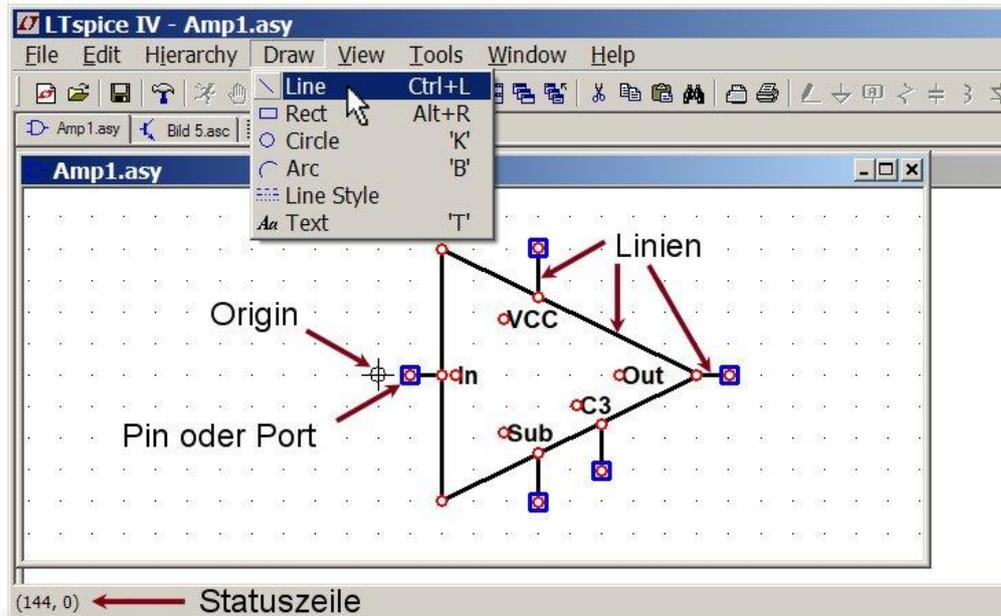
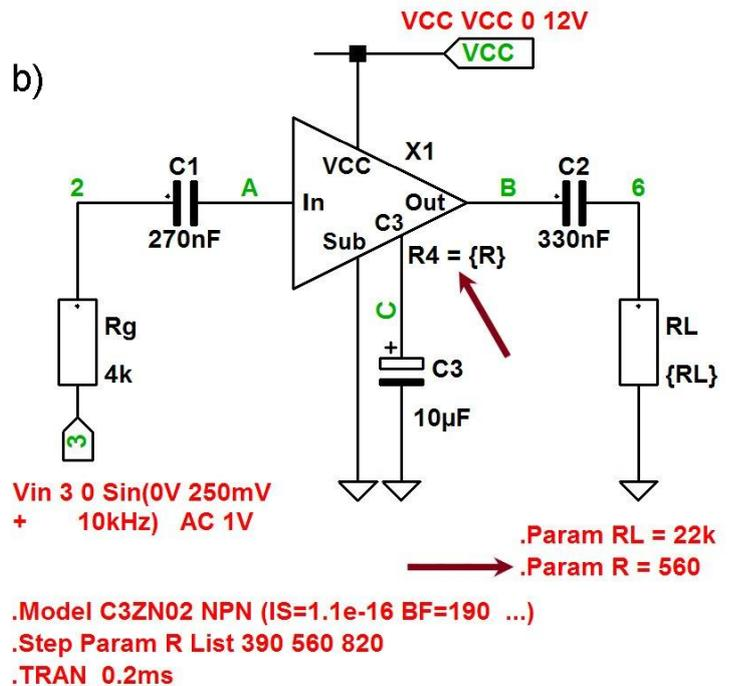

Bild 28: Zeichnen eines neuen Symbols
Bild 30: a) Verstärker-Kern: „Amp1.asc“; b) Hierarchische Schaltung: „Verstärker.asc“
- Im sich öffnenden Zeichenfenster kann nun das neue Symbol gezeichnet werden. Dazu stehen im Menü Draw die wichtigsten Werkzeuge wie z.B. „Linie“, „Rechteck“ usw. zur Verfügung, vergleiche **Bild 28**. Diese Objekte sind nicht elektrisch relevant, sondern dienen nur der optischen Gestaltung. Die Endpunkte sind durch kleine rote Kreise gekennzeichnet; diese Markierungen sind später im Schaltbild nicht sichtbar.
- Die Bauelemente um den Transistor Q1 herum bilden den Verstärker-Kern. Hierfür wird ein Schaltbild mit dem Namen „Amp1.asc“ erstellt und im Projekt-Ordner „Projekt_1“ gespeichert, siehe **Bild 30 a**).
- In der Hauptschaltung (**Bild 30 b**) kann als Symbol der Teilschaltung das im **Kapitel 6** gezeigte Beispiel, vergl. **Bild 28**, verwendet werden. Es hat den Namen „Amp1.asy“ und hat dieselben Pin-Namen wie die Schaltung „Amp1.asc“. Dieses Symbol und die Hauptschaltung „Verstärker.asc“ werden im Projekt-Ordner „Projekt_1“ gespeichert.